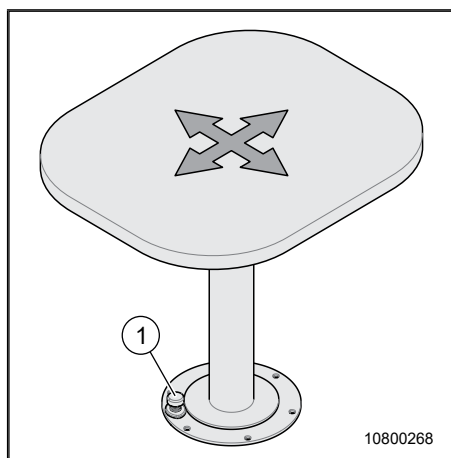

Fig. 61 Table coulissante
1. Actionner le bouton (Fig. 61, pos. 1) avec le pied. Le verrouillage du dessus de table est débloqué.
3. Lâcher le bouton (Fig. 61, pos. 1). Le dessus de table est de nouveau bloqué.